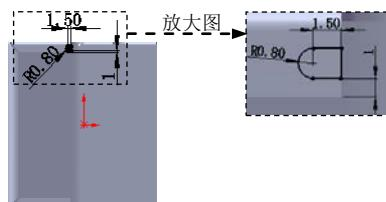

图 9.39 横断面草图
② 定义横断面草图。在草图环境中绘制图 9.39 所示的横断面草图。
(3) 定义切除深度属性。在“切除一拉伸”对话框的**方向1**区域的**下拉列表**中选择**给定深度**选项，选中**与厚度相等(L)**复选框与**正交切除(N)**复选框，其他采用系统默认设置值。
(4) 单击**确定**按钮，完成切除一拉伸 3 的创建。